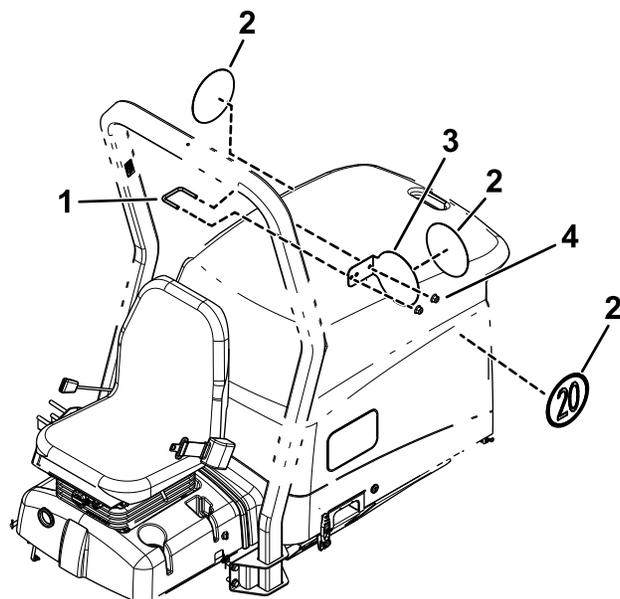

Figura 23
2. Utilizzate un bullone a U e 2 dadi flangiati ($\frac{3}{8}$ " per fissare la piastra di velocità sul lato sinistro del roll bar (Figura 23).
3. Applicate un segnale sulla piastra di velocità (Figura 23).
1. Applicate un segnale su entrambi i lati della macchina (Figura 23).